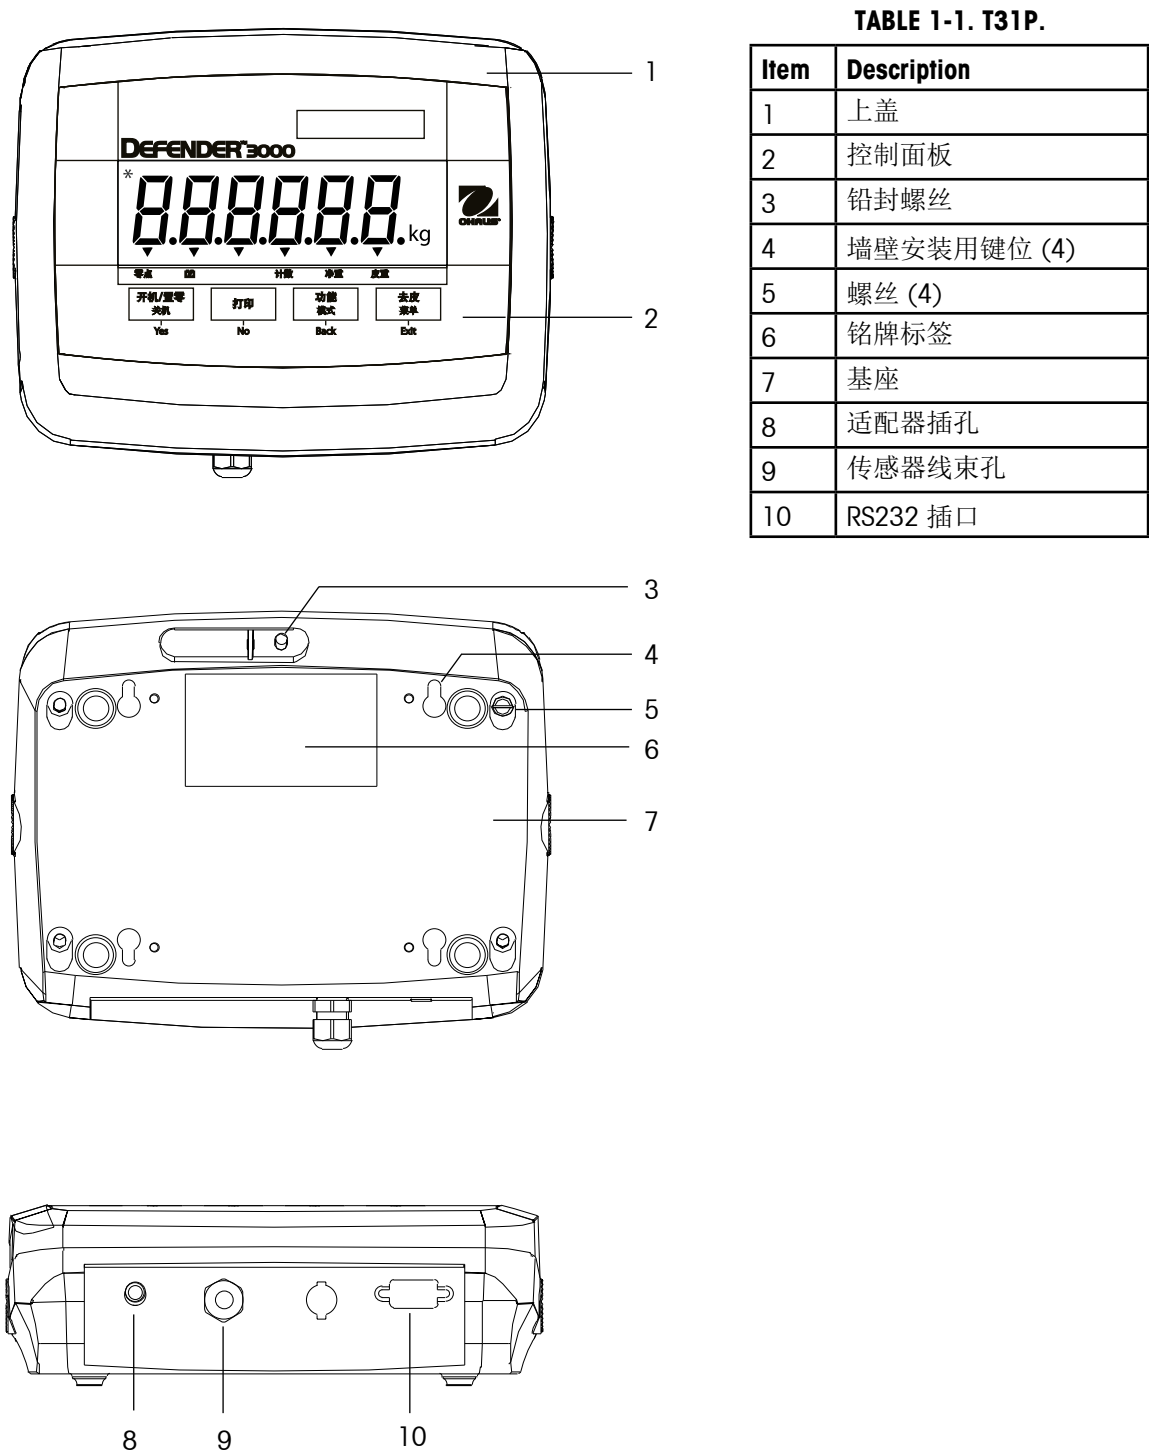

Figure 1-1. T31P 仪表.
请按图示连接方式将RS232 线束连接到 RS232 插口上 (Figure 1-1, item 11).
将电源适配器连接到适配器插孔中 (Figure 1-1, item 9), 然后将适配器插到外部电源上.